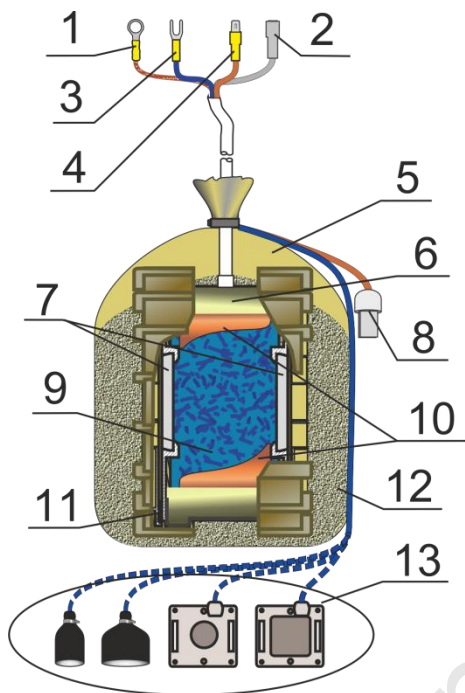

Рисунок 1 – Устройство
4.1 Электрод (рис. 1) состоит из электролитической камеры (6), заполненной гелевым электролитом (9), медного элемента (10), соединенного проводником с наконечником (3), вспомогательного электрода (13), расположенного в нижней части матерчатого мешка, соединенного проводником с наконечником (2). Изолированная часть вспомогательного электрода обращена к мешку. В камере установлены две керамические диафрагмы (7). Герметичность между камерой и диафрагмами обеспечивается резиновыми уплотнительными прокладками (11), закрепленными гайками.